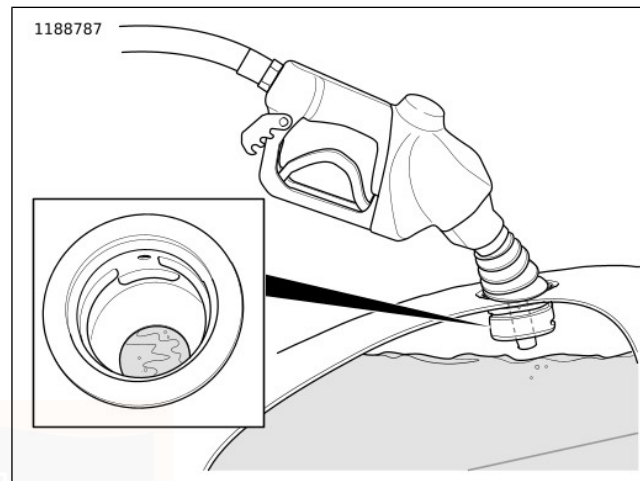

Figura 8. Nivel de combustible debajo del cuello de llenado
4. Llene el tanque. Solamente use el combustible recomendado. Vea ANTES DE CONDUCIR > INFORMACIÓN DEL SISTEMA DE COMBUSTIBLE (Página 38). No sobrellene el tanque de combustible. Inserte la boquilla de la bomba dentro del agujero de llenado. No llene el tanque por encima de la base del cuello de llenado. Vea Figura 8. El motor caliente, el sol o las temperaturas extremas pueden hacer que el combustible se expanda. El combustible puede derramarse fuera del tanque y dañar el acabado. Vea LA SEGURIDAD PRIMERO > REGLAS PARA LA OPERACIÓN SEGURA (Página 3).